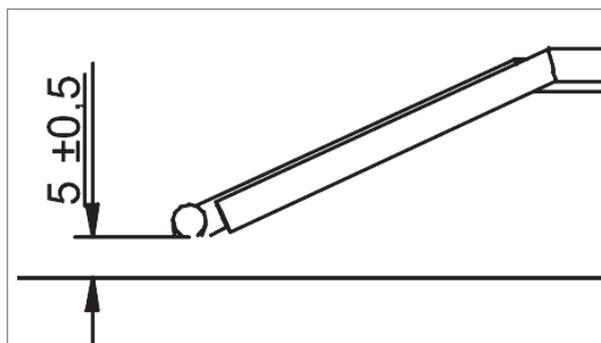

Figure 30 - Distance entre l'électrode et le brûleur
- a. La distance entre l'électrode et le brûleur doit être égale à $5,0 (\pm 0,5)$ mm (figure 30).